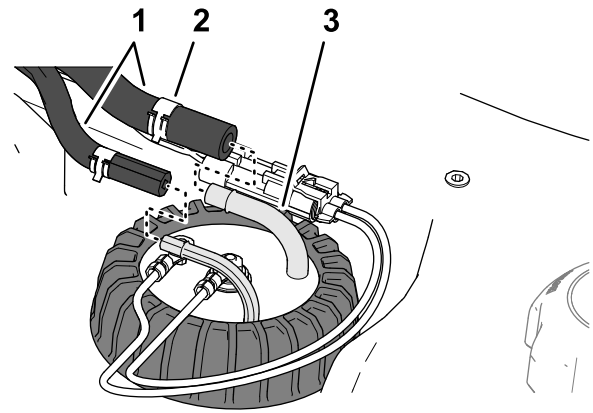

Bild 90
- Schieben Sie die Schellen, mit denen die Schläuche an den Anschlussstücken des Kraftstoff-Füllstandsensors befestigt sind, nach innen, und nehmen Sie die Schläuche von den Anschlussstücken ab (Bild 90).